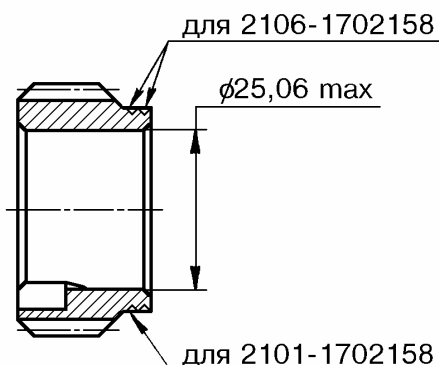

Рис.43. Шестерня ведущая привода спидометра – 2101-1702158, 2103-1702158, 2106-1702158.
4.2.12 Шестерня ведущая привода спидометра - 2101-1702158, 2103-1702158, 2106-1702158, рис.43.